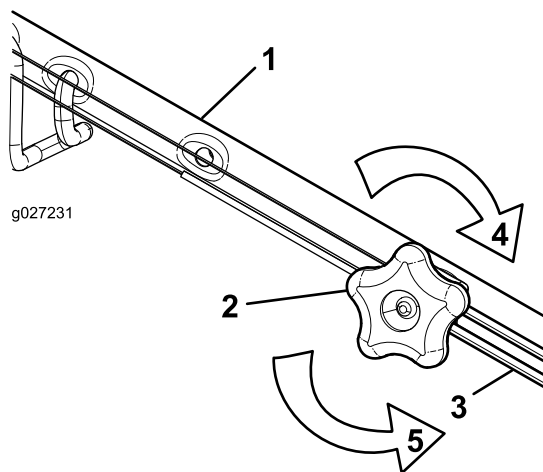

Figure 27
1. Tournez le bouton de réglage dans le sens antihoraire pour desserrer le réglage du câble (Figure 27).
2. Ajustez la tension du câble (Figure 27) en le tirant en arrière ou en le poussant en avant puis en le maintenant à cette position.